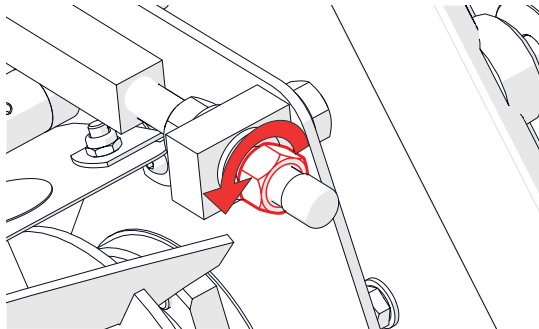

Abb. 11C – Kontermutter lösen
6. Den Spalt mit der Einstellmutter [19-mm-Schlüssel] einstellen (Abb. 11C). Es sind nur sehr kleine Justierungen erforderlich – beginnen Sie mit einer Achtelumdrehung und wiederholen Sie den Papierschnitttest. Wiederholen Sie die Einstellung, bis das Papier sauber geschnitten wird.